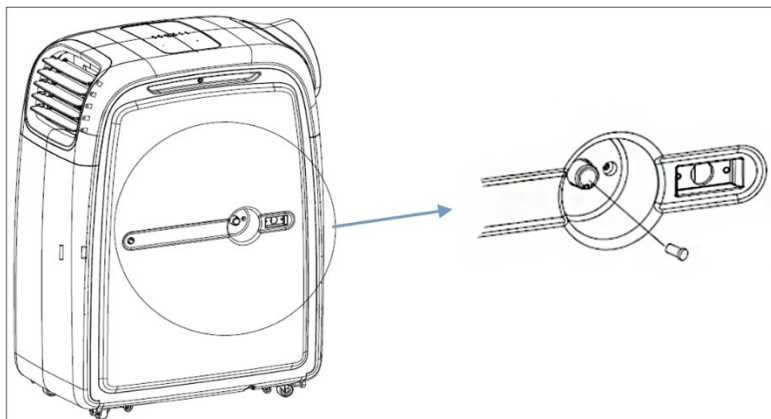

Fig. 3
- Se o depósito de água estiver cheio, no visor LED são exibidos os códigos "E4" no modo Desumidificar e Refrigerar, e o código "E4" no modo Aquecer. O compressor deixa de funcionar. Remova a tampa da abertura de drenagem e deixe escoar a água através de um tubo de drenagem (ver Fig. 3). De seguida, volte a colocar a tampa. O respetivo código desaparece do visor LED e o aparelho prossegue com a colocação em funcionamento.